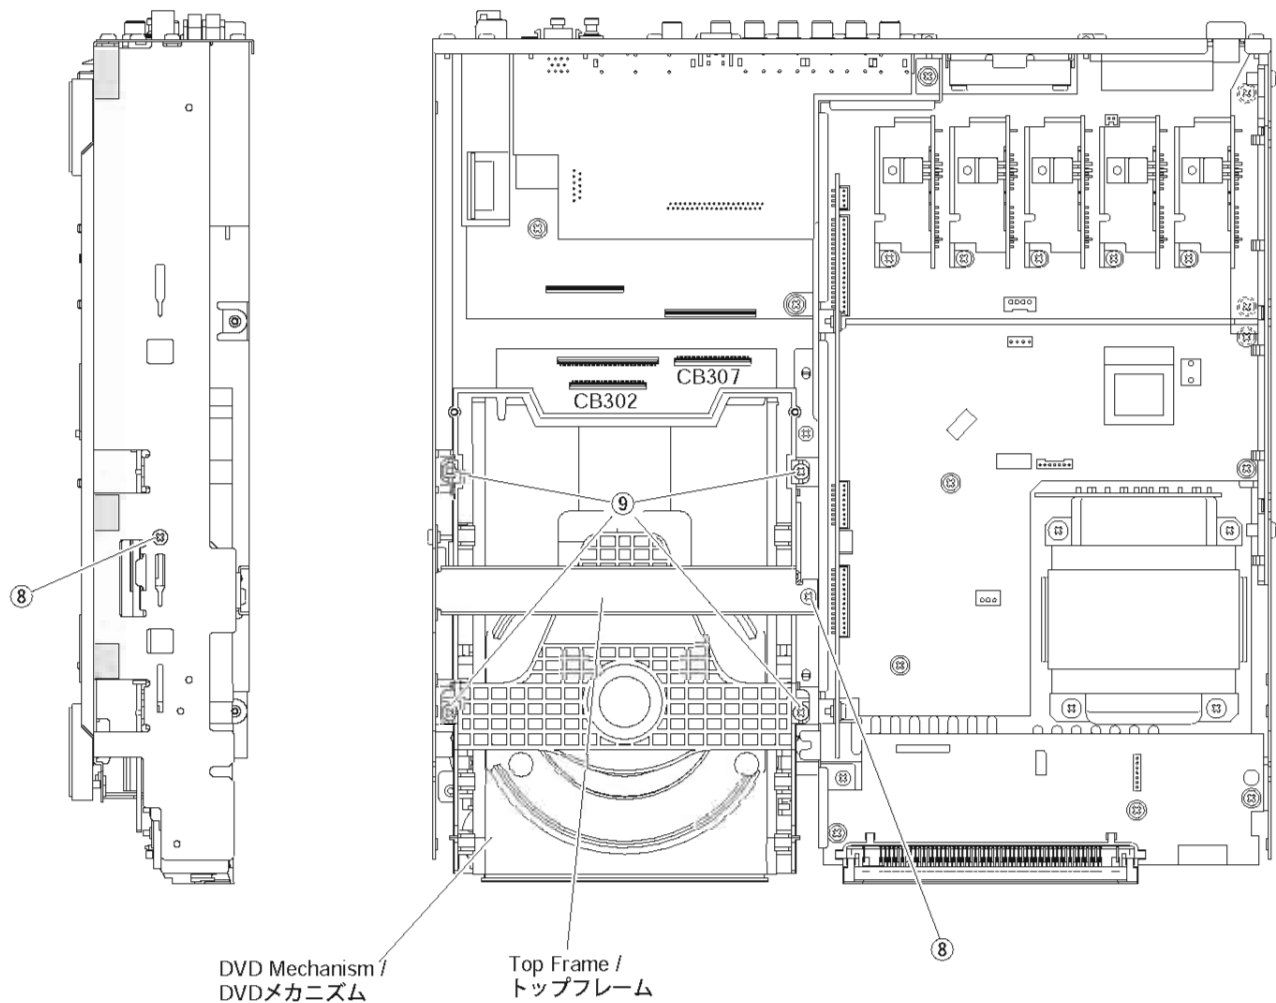

Fig. 5
- Remove 2 screws (⑧) and then remove the Top Frame in Fig. 5.
- Remove 4 screws (⑨) and then remove the DVD Mechanism in Fig. 5.
- Disconnect the connectors CB302 and CB307 in Fig. 5.
- ⑧のネジ2本を外し、トップフレームを外します。(Fig. 5)
- ⑨のネジ4本を外し、DVDメカニズムを外します。(Fig. 5)
- コネクタCB302、CB307を外します。(Fig. 5)